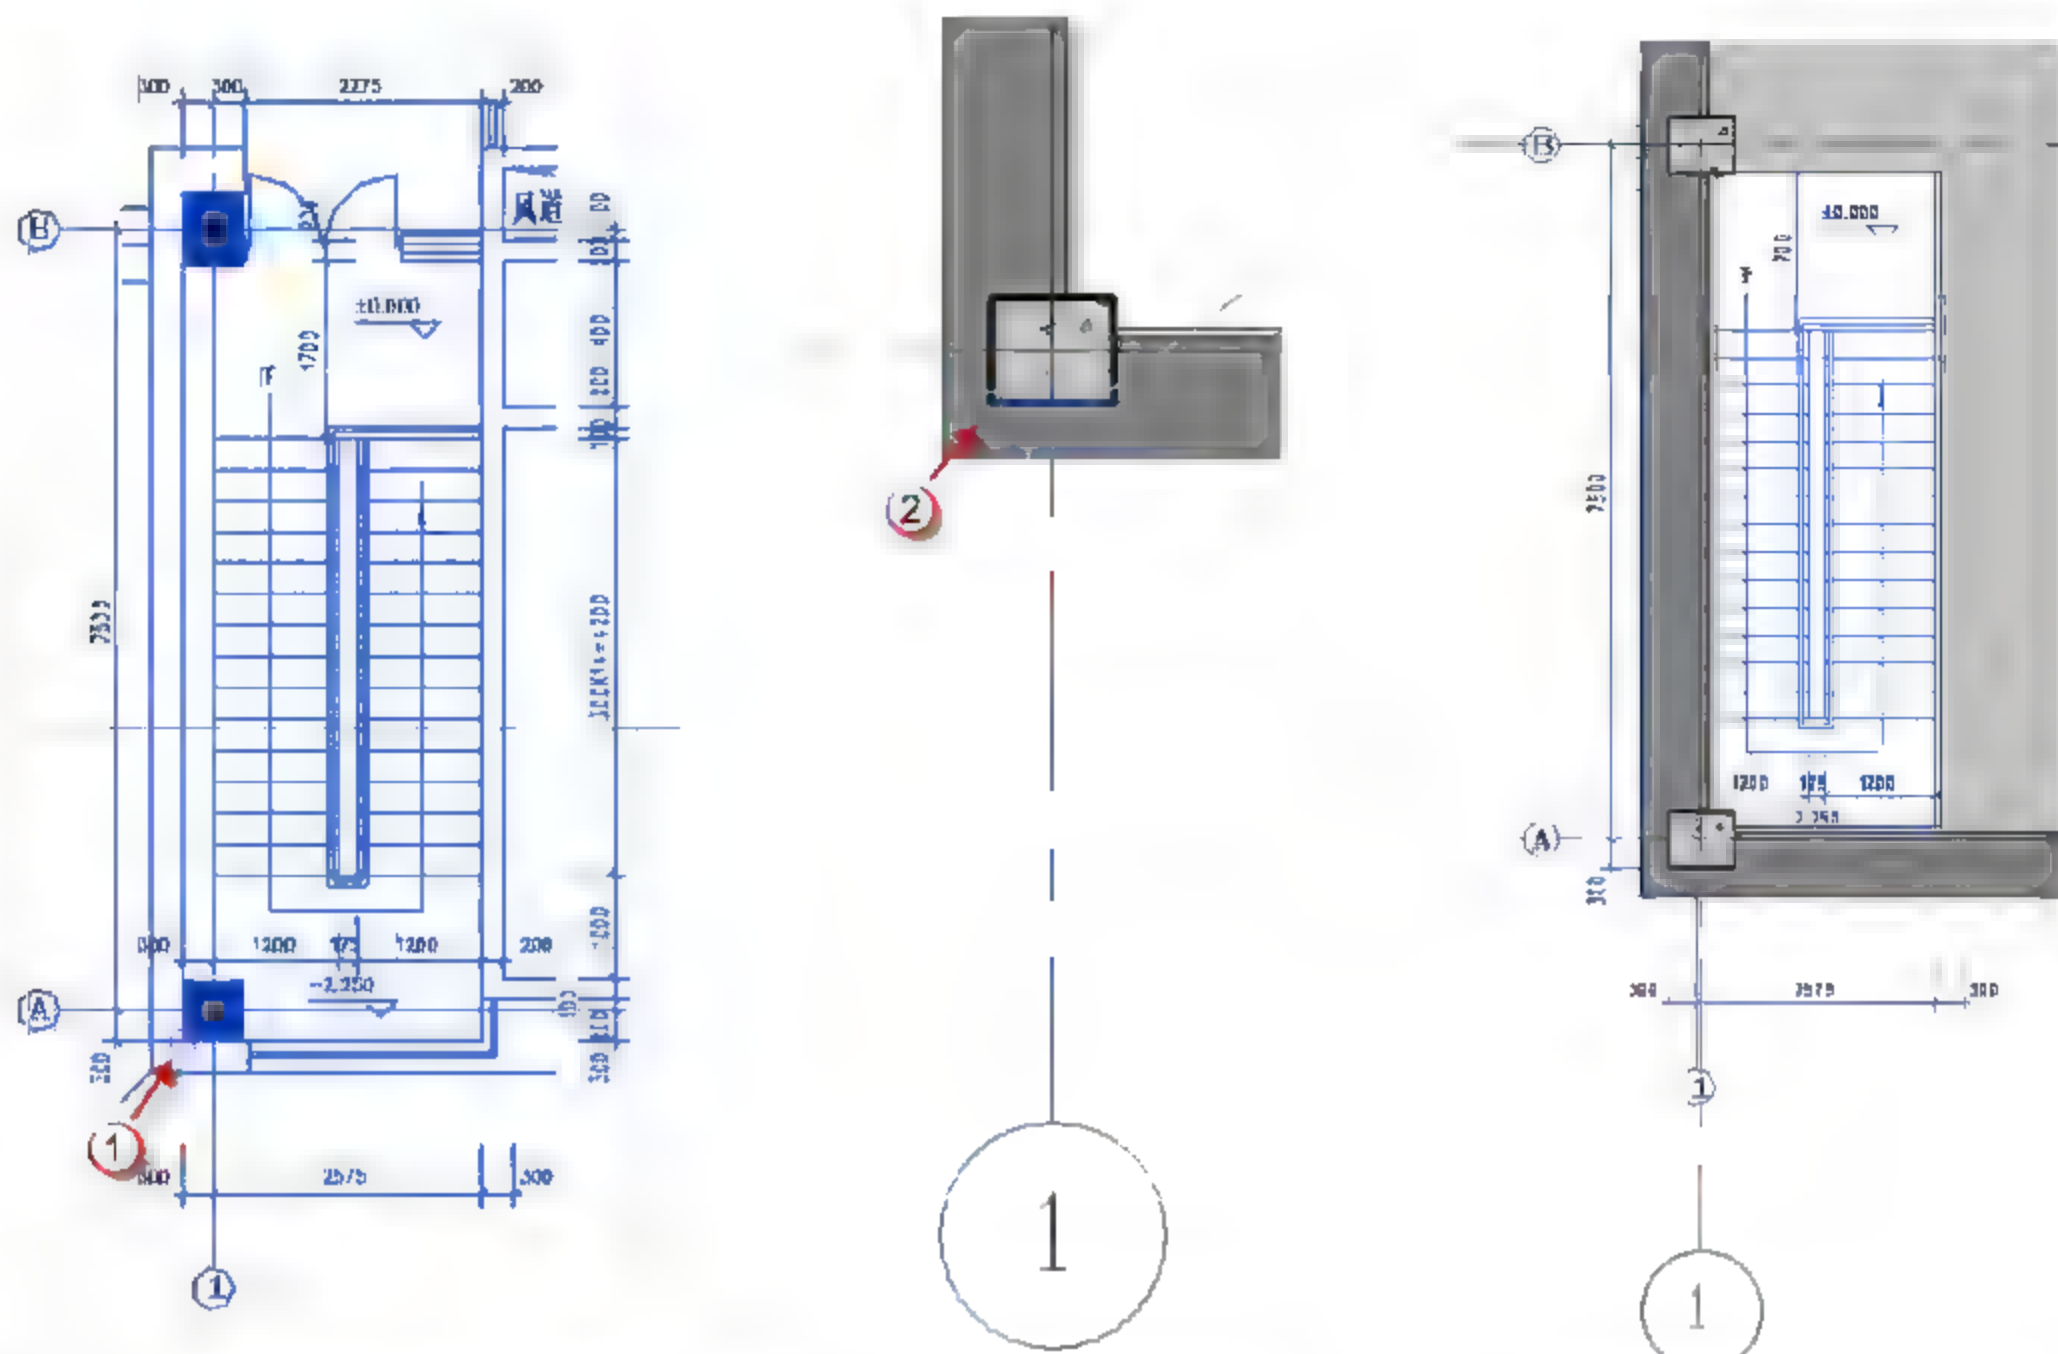

图 11.2.5 捕捉 CAD 图的端点 图 11.2.6 对齐原结构端点 图 11.2.7 CAD 图成功对齐放入后的效果图
(5) 对齐 CAD 图。选择导入的 CAD 图, 按快捷键 **M+V**, 移动光标捕捉 CAD 图中 1 轴与 A 轴交汇处柱的一个端点, 如图 11.2.5 所示。放大视图后捕捉实际楼梯位置, 移动到端点对齐后, 放置 CAD 图, 如图 11.2.6 所示。CAD 图与原结构对齐并且放入成功后, 效果如图 11.2.7 所示。